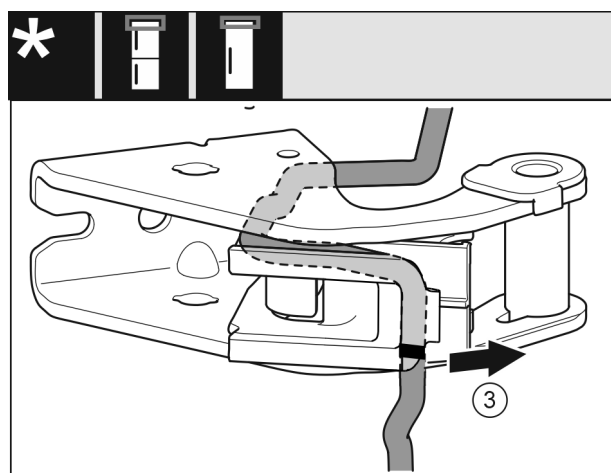

Fig. 28
- ▶ Afmonter kablet inkl. kabelholderen Fig. 28 (3) fra hængslet.